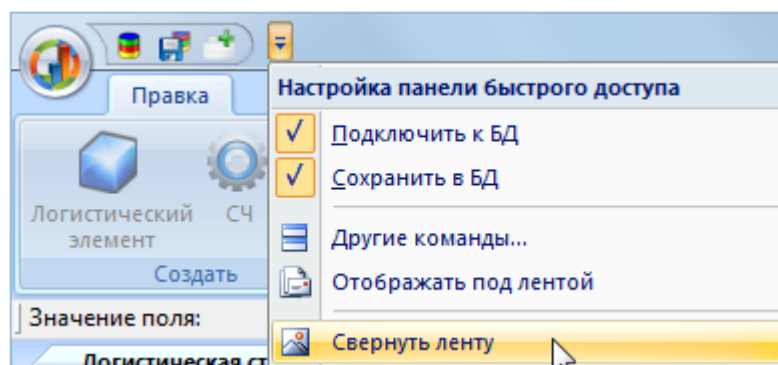

Рис. 5-15 – Меню панели быстрого доступа
- Нажать кнопку в правой части панели быстрого доступа, чтобы раскрыть меню «Настройка панели быстрого доступа» (рис. 5-15), и выбрать в списке «Свернуть ленту».